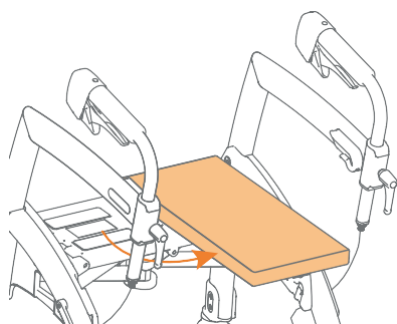

Figura 17: Coloque el cojín del asiento en forma transversal.
- Retire el cojín del asiento, gírelo 90 grados y colóquelo horizontalmente en el costado del maneta roja (**Figura 17**).